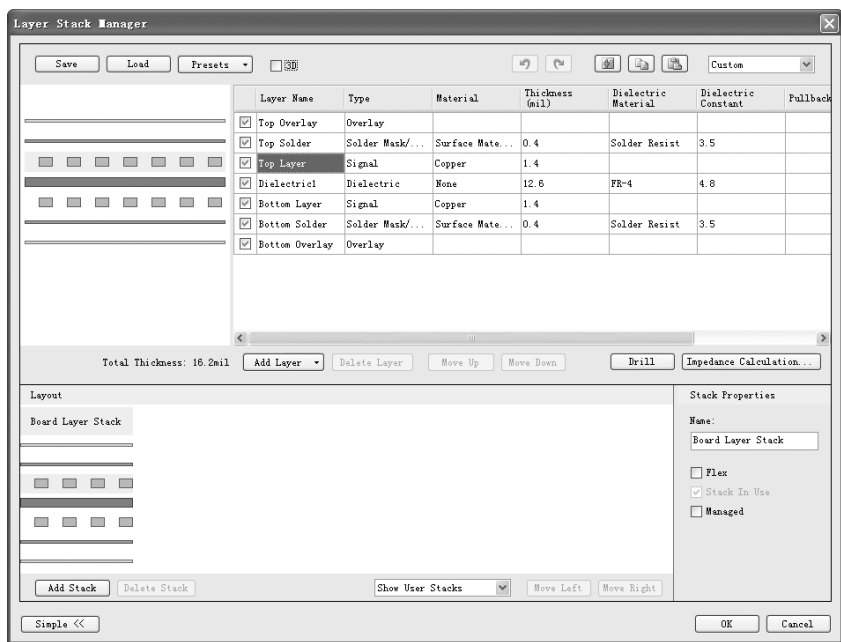

图 7-36 板堆叠特性的设置
8) 单击“Advanced >>”按钮，对话框中增加了电路板堆叠特性的设置，如图 7-36 所示。